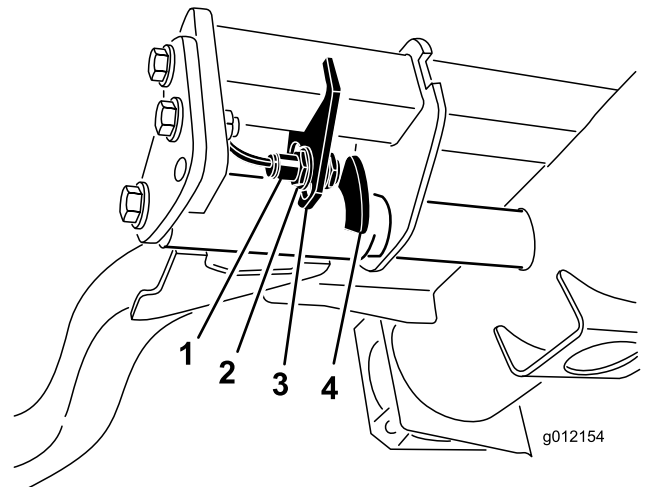

Bild 55
2. Der Hubarmschalter befindet sich unter dem Hydraulikbehälter hinter dem rechten vorderen Hubarm (Bild 55).
3. Lösen Sie die Befestigungsschrauben des Schalters und schieben den Schalter nach unten, um die Wendehöhe des Hubarms zu erhöhen, oder schieben Sie den Schalter nach oben, um die Wendehöhe des Hubarms zu verringern (Bild 55).